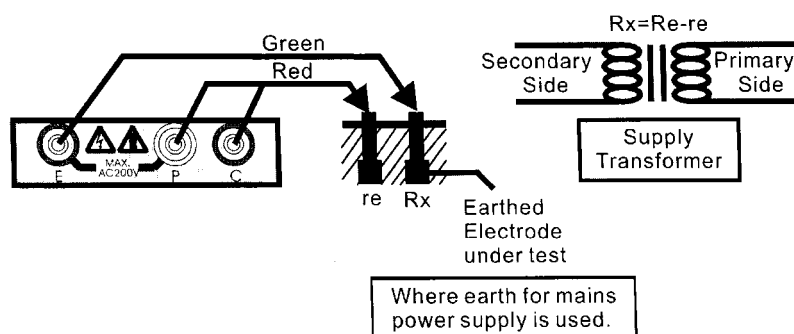

Fig.2
- Une fois les connexions réalisées comme indiqué figure 2, effectuez une mesure de tension (position EARTH VOLTAGE + TEST ON/OFF) pour vous assurer que la tension présente aux bornes est < 10 V.